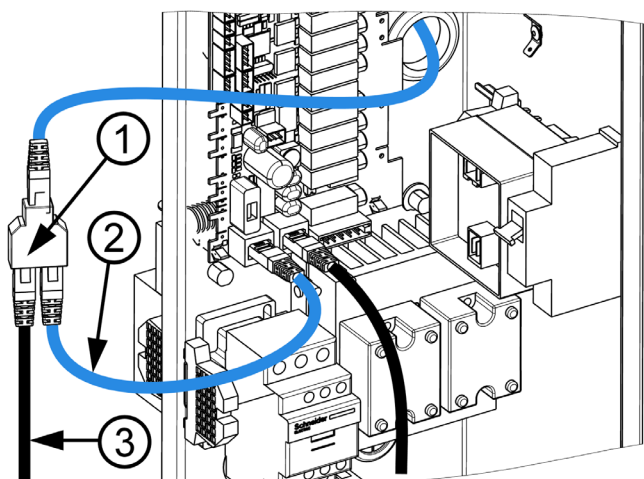

Рисунок 10: Подключение сплиттера RJ-45
Если оба порта уже заняты (только в случае 2011, модель Blue), используйте разветвитель RJ-45 (1) и прилагаемый короткий UTP кабель (2) (рис. 10). Исходный UTP кабель (3) также подключите к порту.